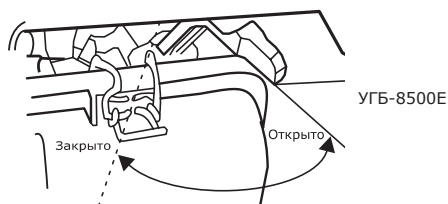

рис. 8
- Поставьте рычаг привода воздушной заслонки (рис. 8) в следующее положение: